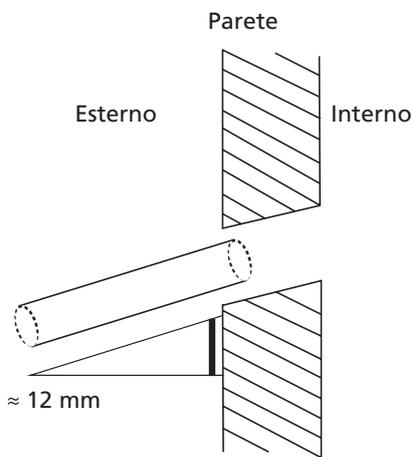

Fig. 6.5
- Realizzare il foro nella parete usando una punta da 65 mm. Il foro dovrà avere una leggera inclinazione, in modo che l'estremità esterna sia più in basso di quella interna di circa 12 mm. Questo faciliterà lo scarico dell'acqua (Fig. 6.5). Inserire nel muro il manicotto protettivo, che proteggerà i bordi del foro e migliorerà la tenuta al termine dell'installazione.